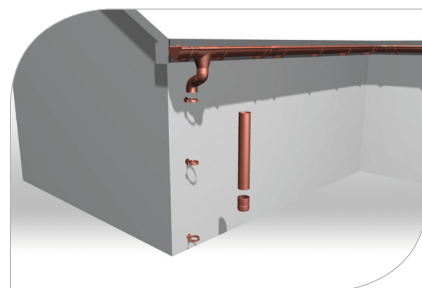

рис. 21
- 5.2 В хомутах разместите водосточные трубы, соединяя их при помощи муфты (рис. 21, 22, 23)